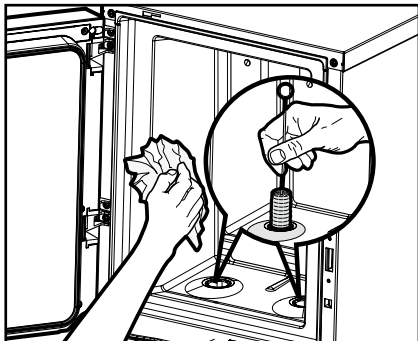

Fig. 25
4. Rengjør kjølerommet innvendig med en ren, fuktig klut og doseringsåpningen med en kost. (Fig. 25)